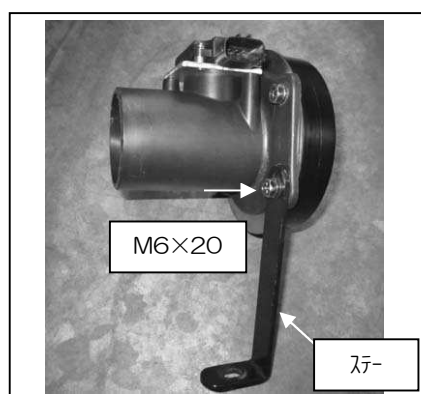

図 6
- ②組み立てたエアフロアダプターASSYとアダプター、フィン、ステーを図 6,7,8 を参考に組み立てます。